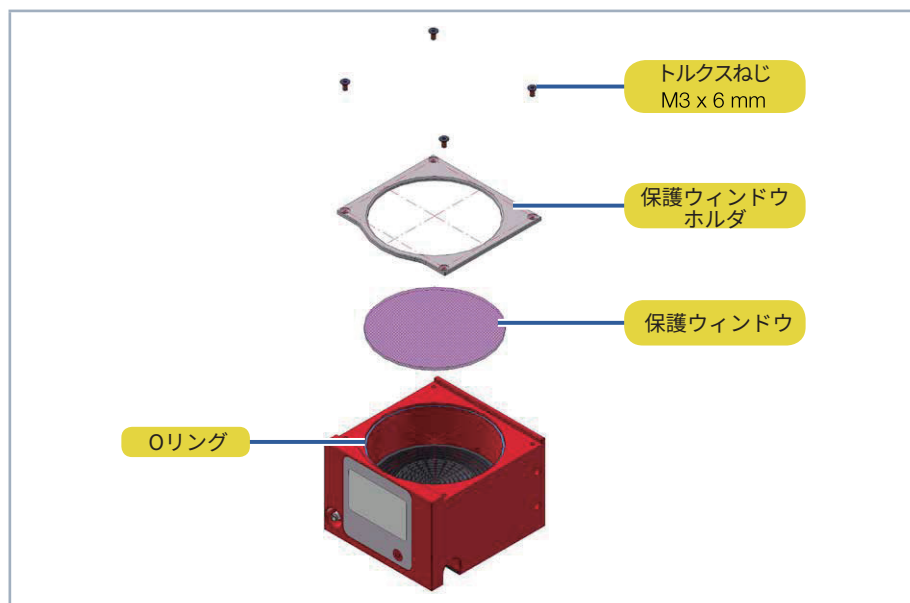

図 16.1 キューブLの保護ウィンドウ交換
3. 40ページの図16.1に示すようにデバイスを置き、保護ウィンドウホルダを慎重に上に取り外します。
6. 40ページの図16.1に従って保護ウィンドウホルダを配置します。